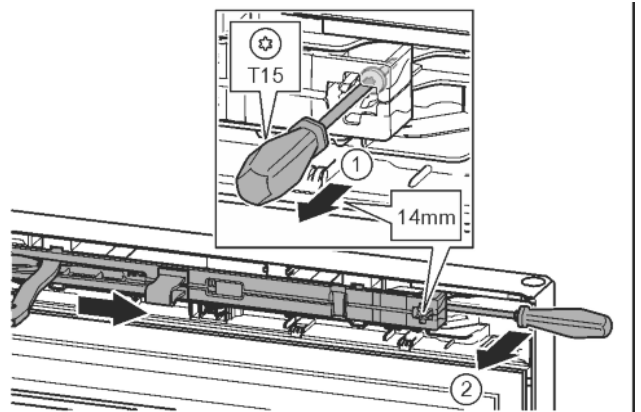

Fig. 15
- Przy pomocy śrubokręta T15 odkręcić śrubę na amortyzatorze zamykania drzwi ok. 14 mm. Fig. 15 (1)
- Od strony uchwytu, za amortyzator zamykania drzwi wsunąć śrubokręt i obrócić do przodu. Fig. 15 (2)
- Wyjąć amortyzator zamykania drzwi. Fig. 15 (3)